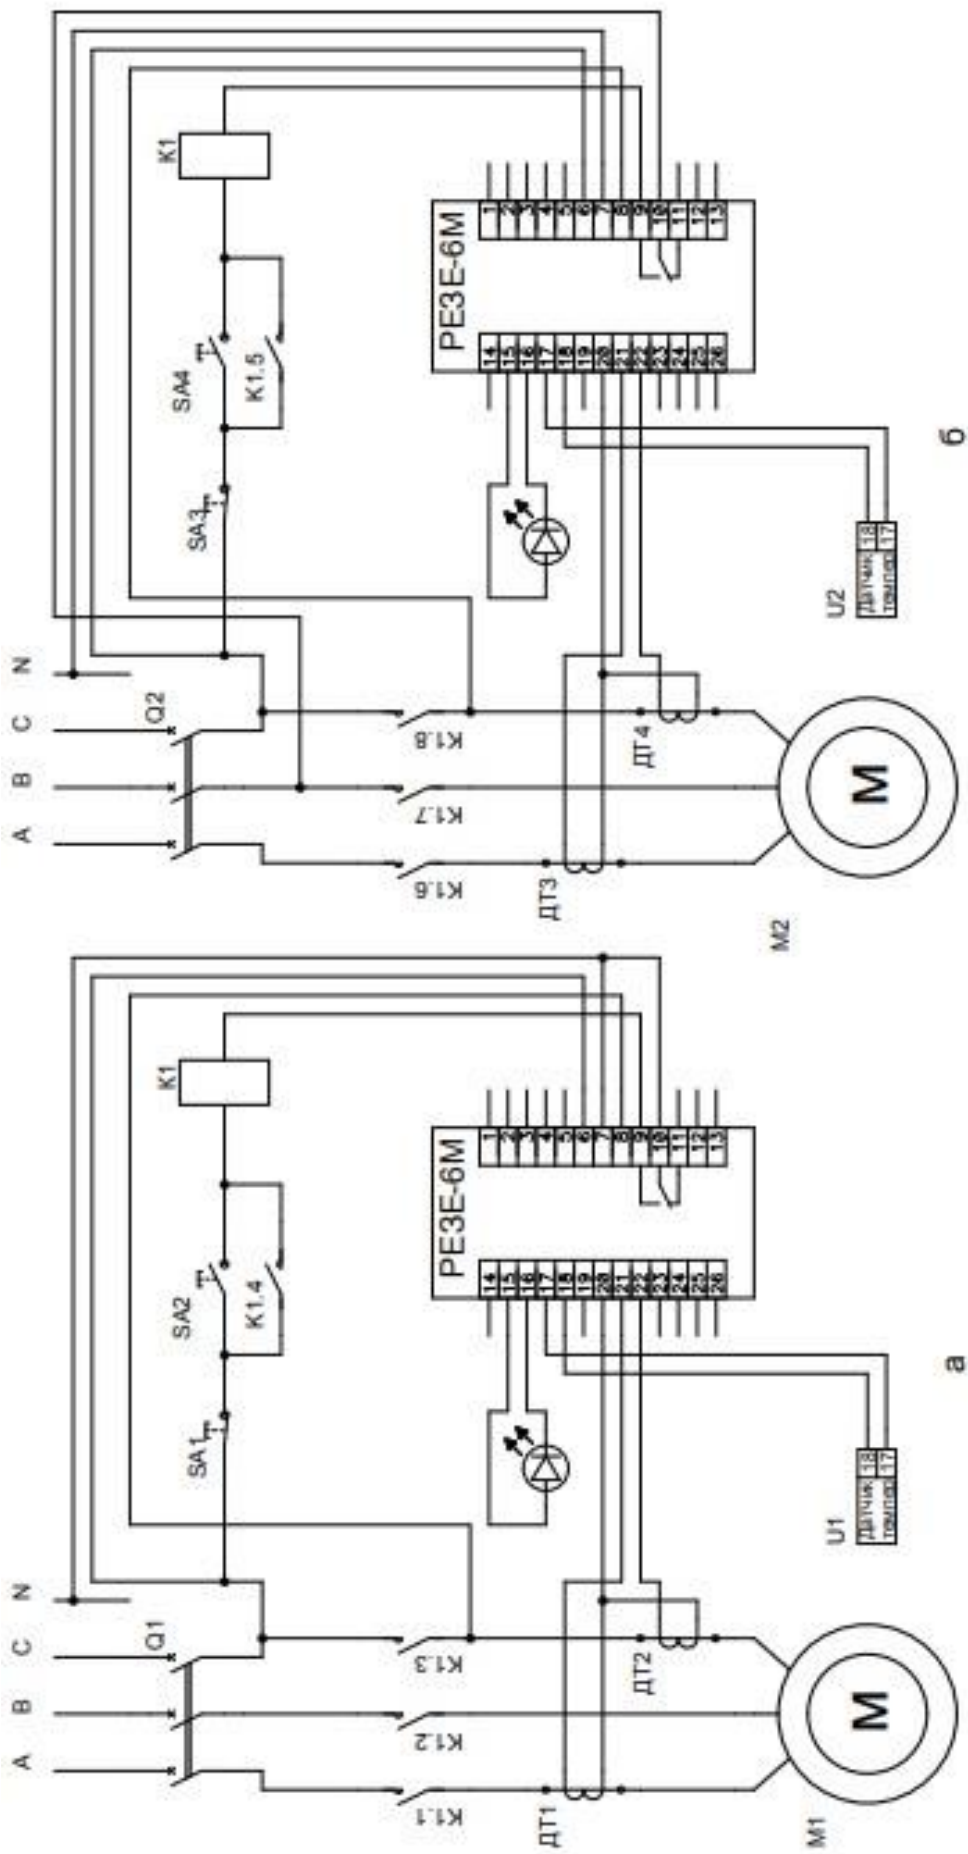

Рис. 6.1. Схеми електричні з'єднань реле РЕЗЕ-6М :
6.2.5 Здійснити монтаж схеми електричної з'єднань реле згідно рис. 6.1.